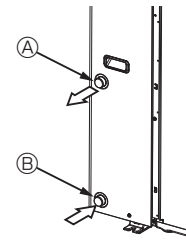

Fig. 4-1
### 4.1. Raccordement des tuyauteries d'eau (Fig. 4-1)
- Positionner les tuyaux d'entrée et de sortie comme le montre le Fig. 4-1.
[Fig. 4-1]